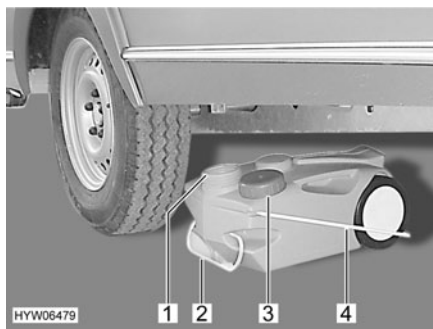

Fig. 157 Depósito de aguas residuales, con ruedas
- Cerrar la abertura del depósito de aguas residuales (Fig. 157,1) con la tapa (Fig. 157,3).
- Extraer el depósito de aguas residuales por el tirador (Fig. 157,2).
- Abatir hacia arriba el tirador (Fig. 157,4) y colocar el depósito de aguas residuales.